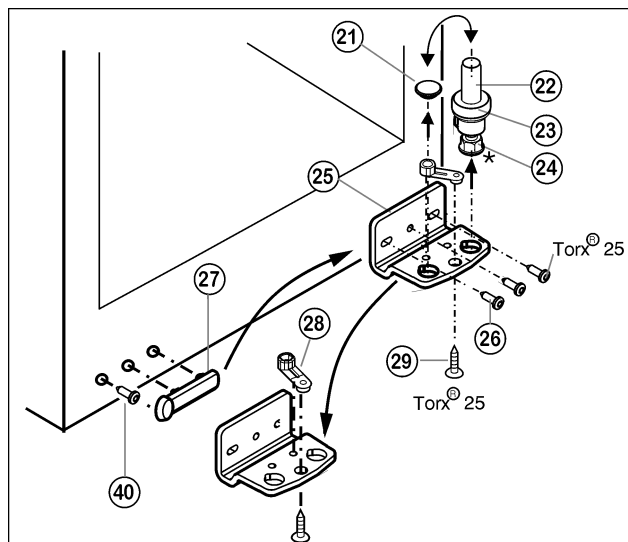

Fig. 5
- Lagerbolzen Fig. 5 (22) komplett, mit Scheibe Fig. 5 (23) und Stellfuß\* Fig. 5 (24) nach oben herausziehen.
- Stopfen Fig. 5 (21) abheben.
- Lagerbock Fig. 5 (25) abschrauben Fig. 5 (26).
- Lagerteil Fig. 5 (28) abschrauben Fig. 5 (29) und in das gegenüberliegende Aufnahmeloche des Lagerbocks umsetzen, wieder festschrauben.
- Griffseitige Abdeckung Fig. 5 (27) vorsichtig abheben, Schraube Fig. 5 (40) herausdrehen und beides auf die Gegenseite umsetzen.
- Lagerbock Fig. 5 (25) auf der neuen Scharnierseite ggf. mit Hilfe eines Akkuschraubers **fest (mit 4 Nm)** wieder anschrauben.
- Stopfen Fig. 5 (21) in das andere Loch wieder einsetzen.
- Lagerbolzen Fig. 5 (22) komplett, mit Scheibe und Stellfuß\*, wieder einsetzen. Dabei darauf achten, dass der Rastnocken nach hinten zeigt.
- Tür von oben auf Lagerbolzen unten Fig. 5 (22) aufsetzen.
- Oberen Lagerbock (12) auf der neuen Scharnierseite in die Tür einsetzen.
- Oberen Lagerbock (12) **fest (mit 4 Nm)** anschrauben (2 mal Torx® 25) (13). Schraublöcher evtl. vorstechen oder Akkuschrauber verwenden.
- Abdeckung (10) und Abdeckung (11) jeweils auf der Gegenseite aufrasten.
- Die Tür evtl. über die beiden Langlöcher im Lagerbock unten Fig. 5 (25) fluchtend zum Gerätegehäuse ausrichten. Dazu mittlere Schraube herausdrehen.